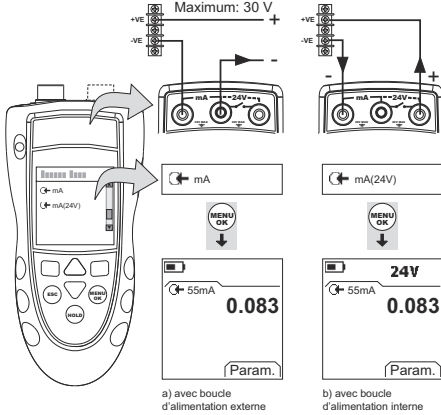

Figure 7 : Exemple de configuration - Mesure de courant (mA)
1. Raccorder l'instrument (Figure 7) et, si nécessaire, régler la Configuration (Tableau 1).
- DPI802/802P seulement. Raccorder l'instrument à l'équipement d'étalonnage (Figure 7).